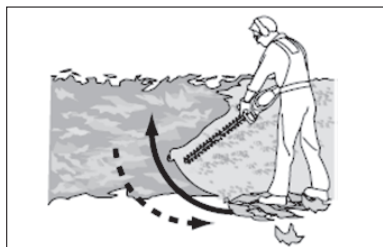

Fig. 6
2. sujete la máquina firmemente con ambas manos en el mango delantero (2) y mango trasero (6). Nunca utilice este producto con una sola mano.
4. Primero corte de los lados, haciendo el corte inferior de bajo hasta la parte superior. Esto evitará que los recortes caigan en la zona todavía a cortar (Fig. 6).